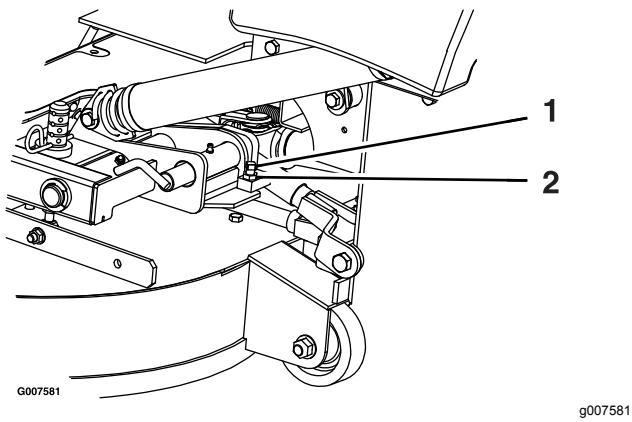

Figure 70
- Desserrez l'écrou de blocage et tournez la vis de butée dans le sens horaire jusqu'à ce que la goupille de verrouillage soit serrée et ne puisse pas être tournée à la main (Figure 70).